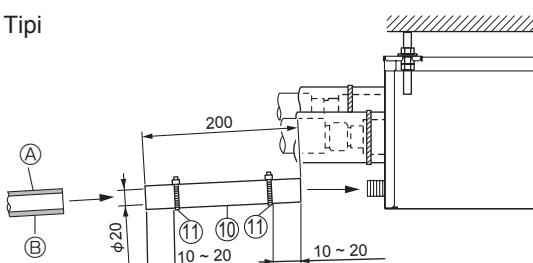

Fig. 8-1
- (1) Şube kutusundaki drenaj bağlantısına PVC yapışkanı (bulunduğunuz yerden temin edin) uygulayın ve bağlı drenaj hortumunu ⑩ bağlantısının üzerine gittiği kadar itin. (Fig. 8-1)
- (2) Bağlı drenaj hortumuna ⑪ sert bir PCV boru (VP-16, bulunduğunuz yerden temin edin) sokun, ikisini birlikte yapıştırıp sabitleyin. (Fig. 8-1)
- ⑩ VP-16 bulunduğunuz bölgeden temin edin
- ⑪ Isı yalımı
- (3) Bağlı drenaj hortumuna ⑫ bir bant ⑬ sarın. (Fig. 8-1)